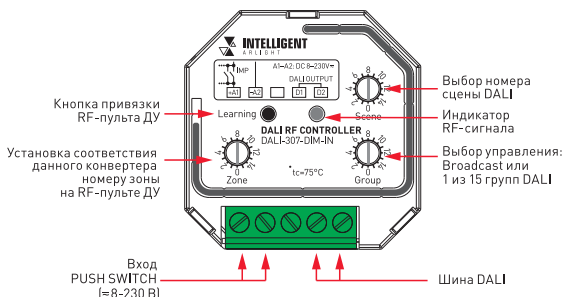
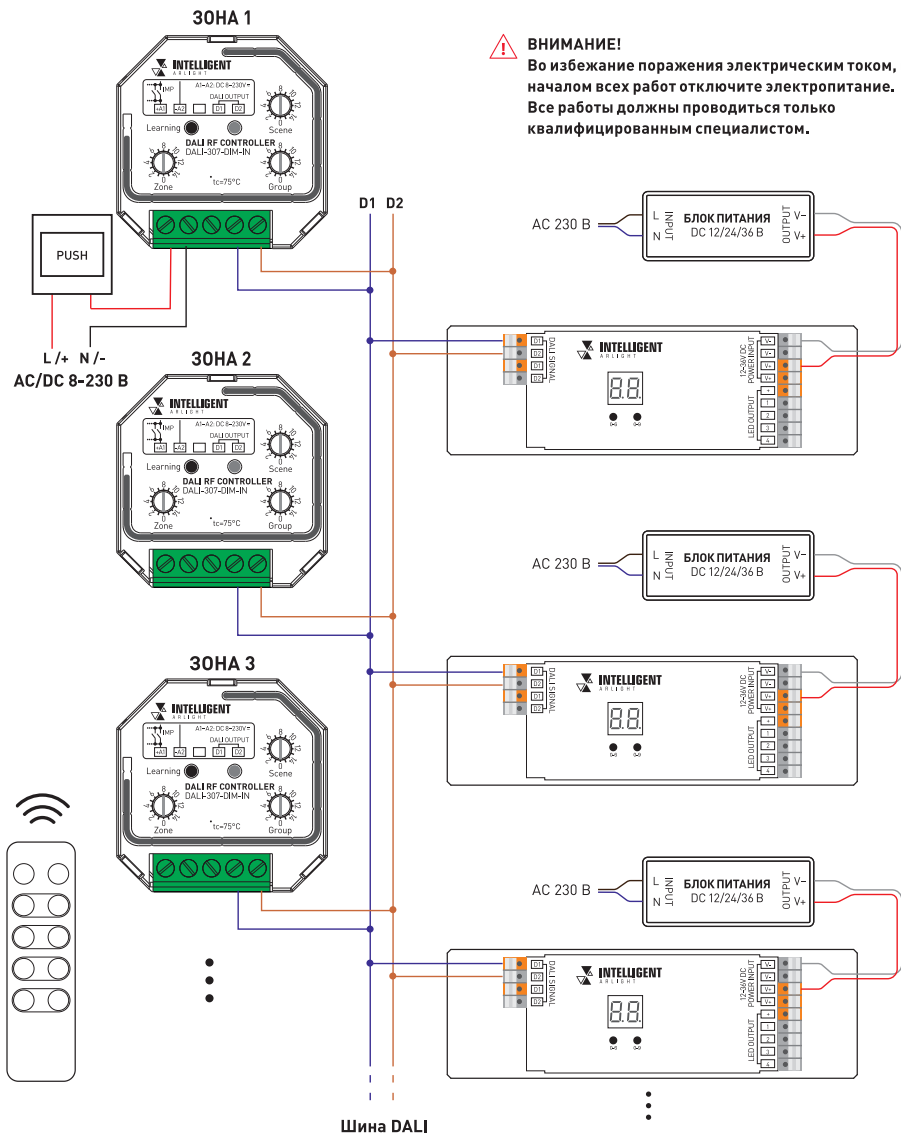

Рисунок 1. Органы управления и подключения конвертера.
Рисунок 2. Пример подключения конвертеров в систему DALI.
- 3.2. Подключите провода шины DALI к клеммам D1 и D2 конвертера (см. Рисунок 1). При необходимости подключите кнопочный выключатель с нормально разомкнутыми контактами к клеммам A1 и A2 в соответствии со схемой подключения (см. Рисунок 2).